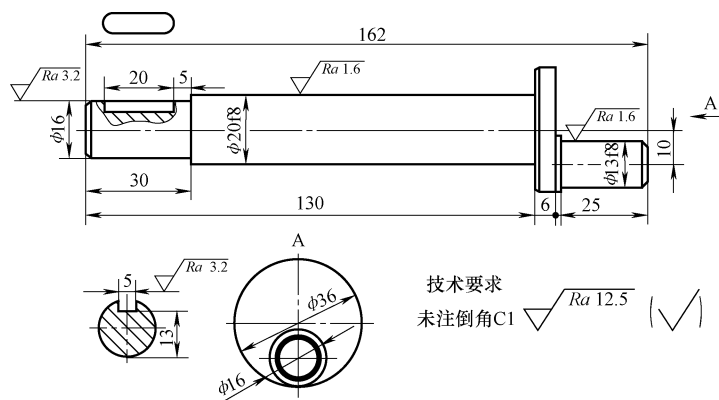

图 5-44 曲轴
(5) 利用如图 5-44 所示的尺寸图创建曲轴模型, 文件名为“xiti5-2-5. prt”。